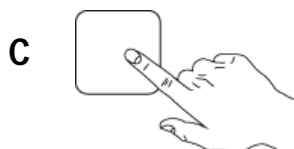

Fig.16
- 5- Premere il TASTO "C" avvio ciclo di lavaggio. (Fig.16)